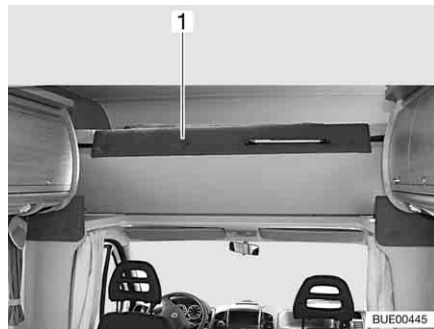

Fig. 111 Letto mansarda, ribaltato verso l'alto
- Ribaltare il letto mansarda (Fig. 111,1) verso l'alto, in avanti. Il letto mansarda viene mantenuto nella posizione superiore dalle molle a gas.